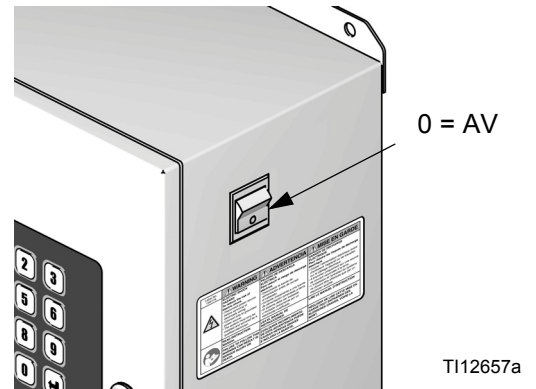

FIG. 14: Strömmen frånslagen
3. Stäng av strömmen till ProMix 2KS (position 0). FIG. 14.